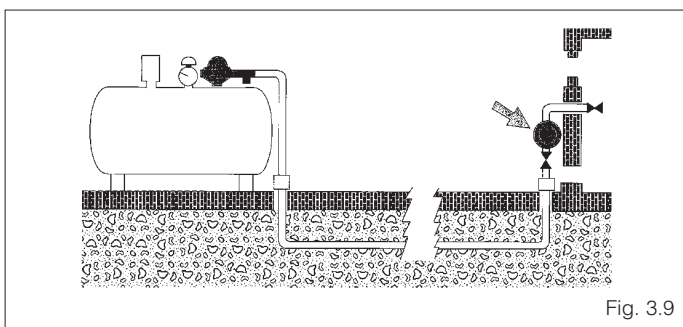

Fig. 3.9
- Agire sul regolatore di pressione dell'alimentazione GPL fino a leggere sul manometro i valori (fig. 3.9):